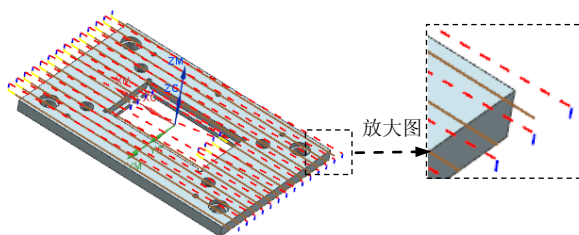

图 11.62 刀路轨迹
Step1. 生成刀路轨迹。在“面铣”对话框中单击“生成”按钮, 在绘图区中生成图 11.62 所示的刀路轨迹。